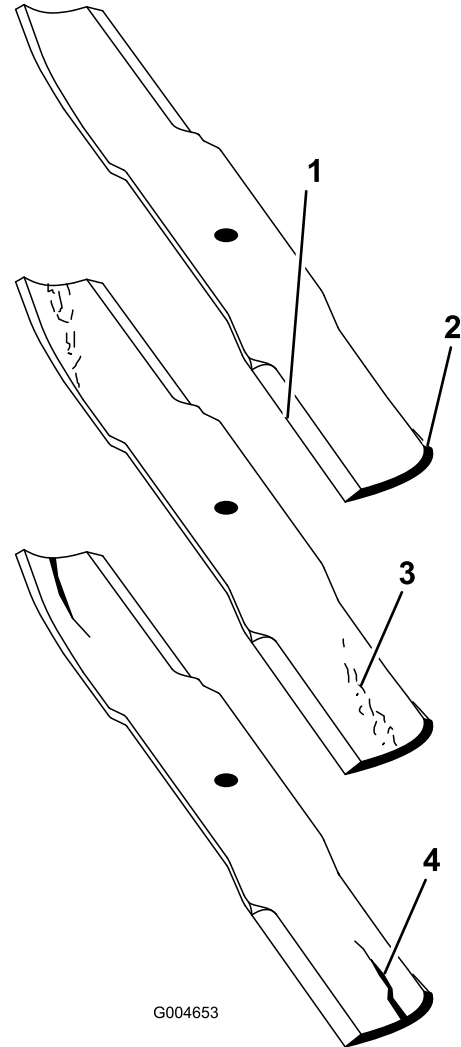

Figura 84
2. Examine cuidadosamente los extremos de corte de la cuchilla, sobre todo en el punto de reunión entre la parte plana y la parte curva de la cuchilla (Figura 84). Puesto que la arena y cualquier material abrasivo pueden desgastar el metal que conecta las partes curva y plana de la cuchilla, compruebe la cuchilla antes de utilizar el cortacésped. Si se aprecia desgaste (Figura 84), cambie la cuchilla.